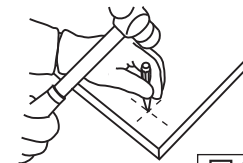

図12
(2) 加工する鋼材の加工位置にポンチングを行います。(図12)
(3) 電磁石の吸着面と鋼材に付着している切粉等の異物を取除きます。